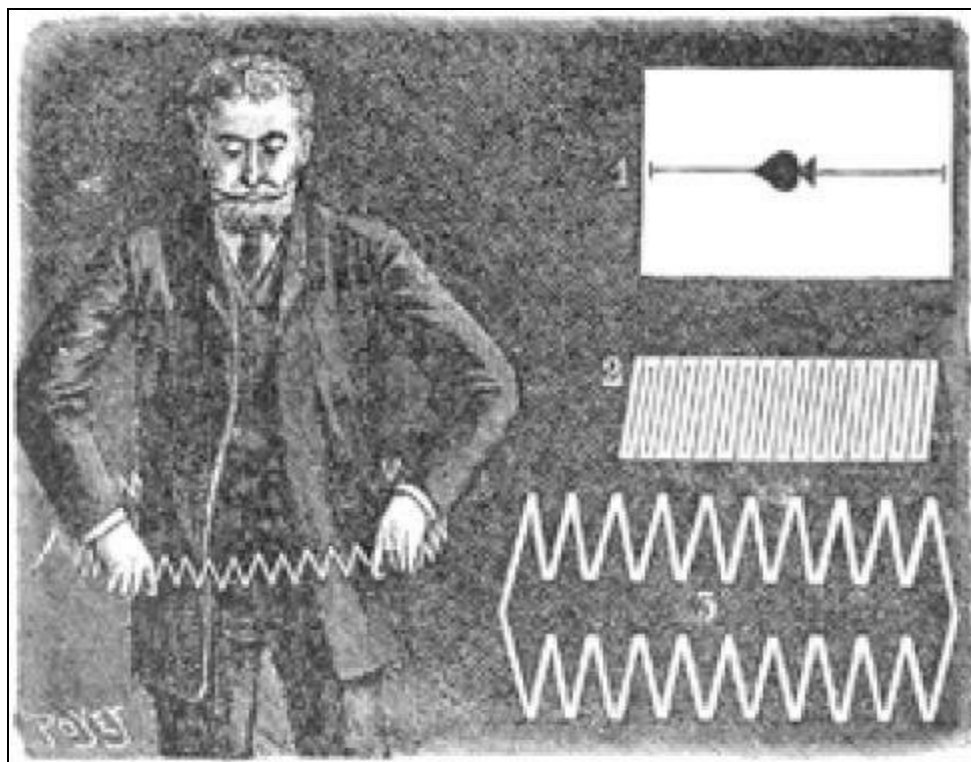

Рис. 35
Теперь возьмите игральную карту и проведите с ней следующую операцию. Посередине карты сделайте продольный разрез, несколько не доходя до краев, как показано на рис. 35 (1). По этому разрезу сложите карту вдвое и нанесите на ней разрезы по схеме, изображенной на рис. 35 (2). Далее, развернув аккуратно карту, возьмите ее за края и растяните. Согласитесь, отверстие получилось вполне достаточным для того, чтобы через него можно было свободно проникнуть, даже если перед этим вы плотно поужинали.